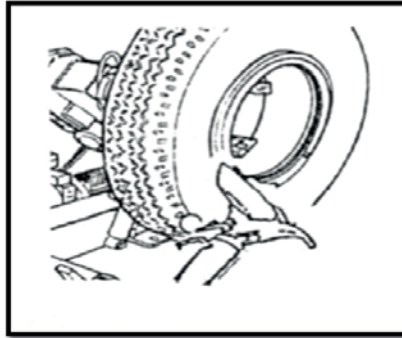

Рис. 10-16
5. Установите разъемное кольцо на диск колеса и зафиксируйте стопорной гайкой (рис. 10-16).